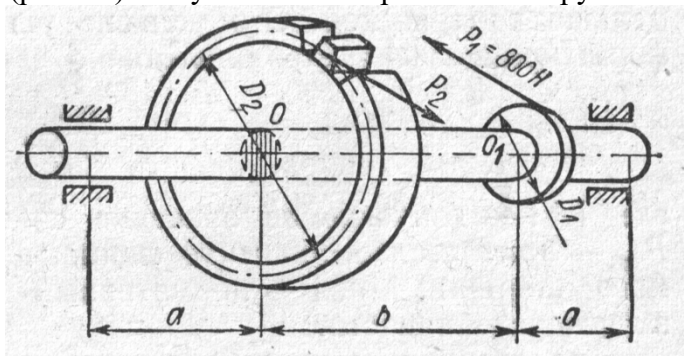

Рис. 20.
1. Возникает ли изгибающий момент в сечениях вала, если на валу закреплены зубчатые колеса (рис. 20)? К зубьям колес приложены окружные силы P_1 и P_2 .